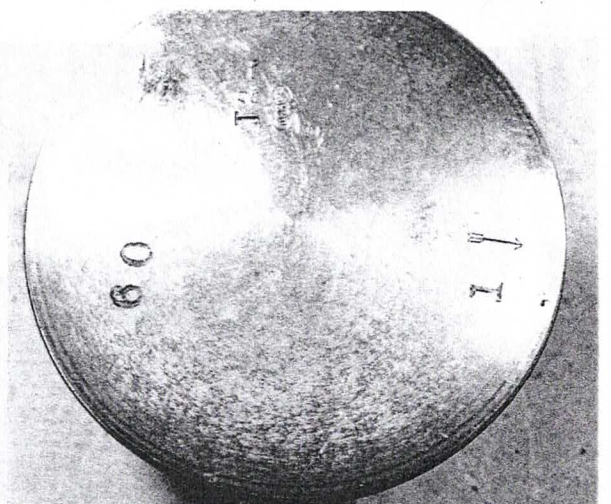

Bild 87
- Den Motorblock aufrecht stellen und die Kurbelgehäuseöffnung mit einem sauberen Lappen verschließen. Das Kolbenbolzenlager in das obere Pleuelauge einsetzen und den Kolben wieder einbauen. Eventuell muss der Kolben angewärmt werden, damit sich der Kolbenbolzen leichter einführen lässt. Den Kolbenbolzen in jedem Fall mit neuen Sicherungsringen sichern, nie mit den alten Ringen. Sorgfältig prüfen, ob die Sicherungsringe auch richtig in ihren Nuten sitzen. Der Pfeil auf dem Kolbenboden muss nach vorn zeigen (Bild 87). Mit verkehrt eingebautem Kolben ist die Motorleistung sehr gering, falls der Motor überhaupt läuft.